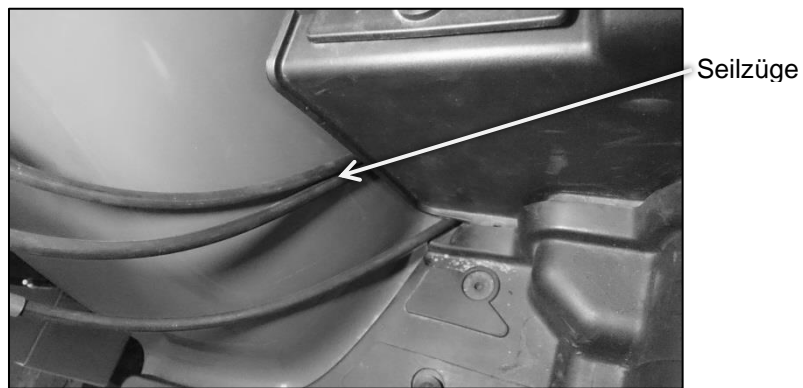

Bild 19: Seilzugdurchführung
3. Führen Sie nun die Seilzüge durch die vorhandene und in Bild 19 abgebildete Öffnung nach unten.